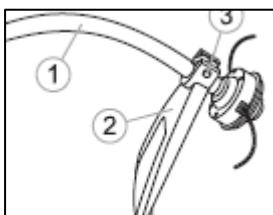

рисунок 3
- Установите кожух 2 (см. рисунок 3) на штангу триммера 1 (см. рисунок 3), используя болты с гайками 3 (см. рисунок 3) из комплекта крепежа. Убедитесь в надежности соединения.